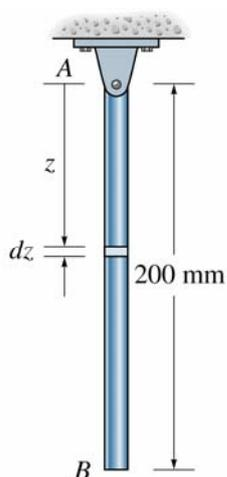

Figura 5.
- 1- A haste delgada apresentada na Figura 5 está submetida a um aumento de temperatura ao longo de seu eixo, o que cria uma deformação normal na haste de  $\varepsilon_z = 40(10^{-3})z^{1/2}$ , em que  $z$  é dado em metros. Determinar (a) O deslocamento da extremidade  $B$  da haste devido ao aumento de temperatura e (b) a deformação normal média da haste.